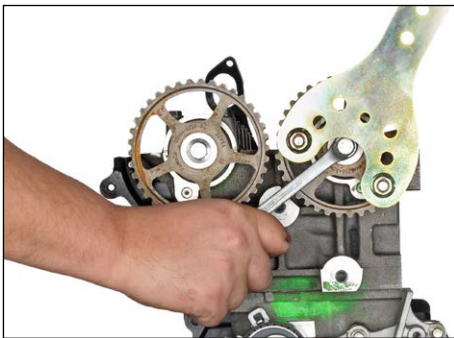

fig. 9
2. Îndepărtați uneltele de blocare și de reglare și, utilizând cheia de blocare OE (205-072), trusa de unelte Uni Tool Box/3, slăbiți (fig. 9) rolele arborelui cu came și înlocuiți ambele șuruburi (incluse în kitul de livrare).